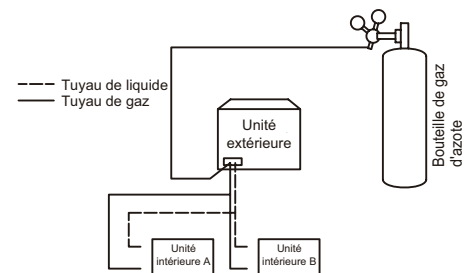

Fig. 5.38
4. Utilisez des bouchons pour boucher toutes les ouvertures du côté liquide (gaz), à l'exception de l'ouverture de l'unité intérieure qui est la plus éloignée des unités extérieures (« Unité intérieure A » à la Figure 5.38).